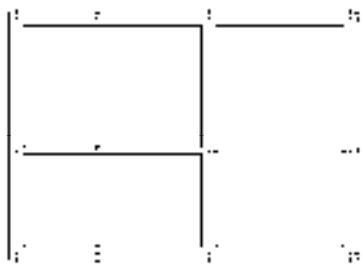

图 3-5 绘制隔墙
5) 根据命令行的提示, 指定墙体的起点和终点, 即可以完成隔墙的绘制, 如图 3-5 所示。